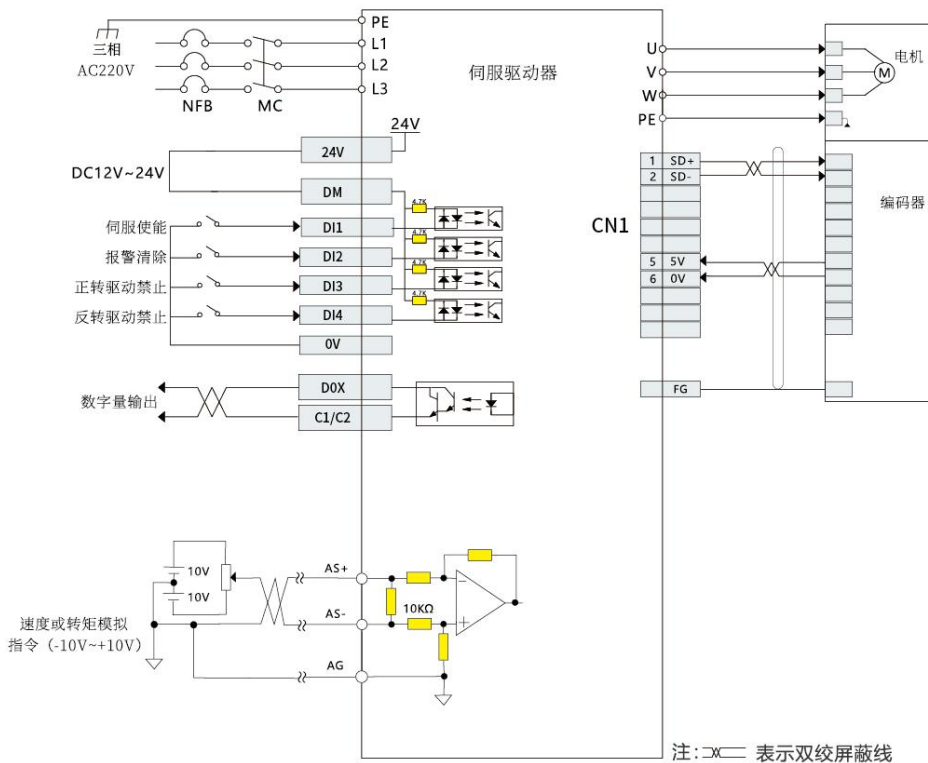

图5.4 速度模式接线图
- 3) 参考图5.4配线说明连接CN1端子中的所需的DI/DO信号，如同服使能，报警清除，定位完成信号等。